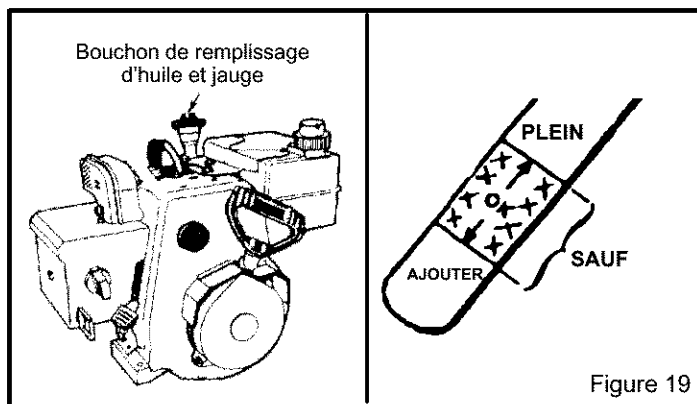

Figure 19
3. Si nécessaire, ajouter le bouchon de vidange et verser l'huile jusqu'à atteindre la marque FULL (plein) sur la jauge (Figure 19). Veiller à ne pas dépasser la marque indiquée.